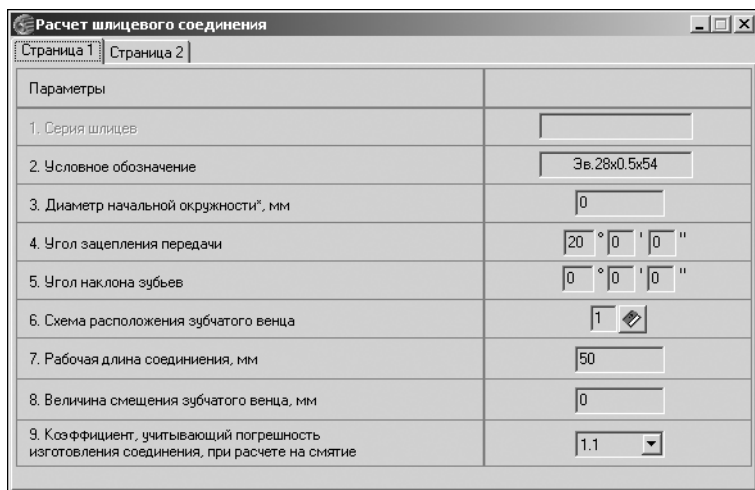

Рис. 4.22.
2. Чтобы приступить к вводу исходных данных, нажмите кнопку **Проверочный расчет**. Откроется окно, предназначенное для ввода данных (рис. 4.22). Оно содержит две вкладки.